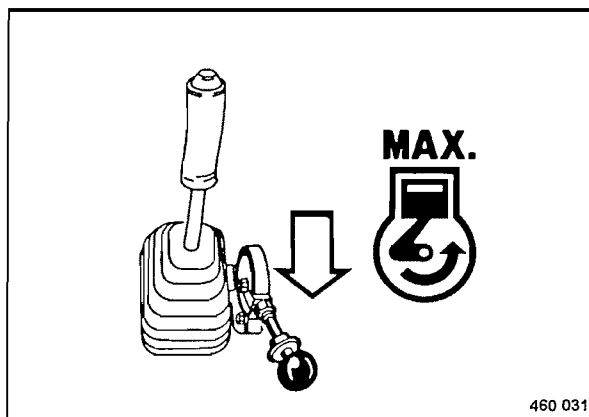

Fig. 42
- Colocar la palanca reguladora de revoluciones (Fig. 42) en posición "MAX" y encajarla.